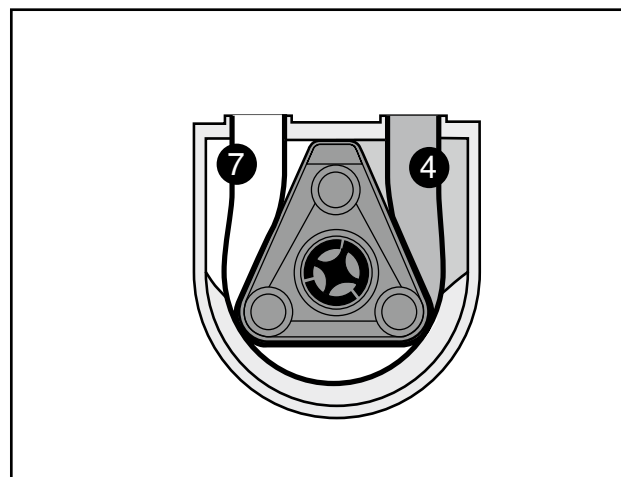

**Fig. 3a** 1 Vacuomètre
Le vacuomètre (fig. 3a) relié à la chambre d'aspiration (pos. 4, fig. 4) n'indique pas seulement la hauteur d'aspiration actuelle de la pompe, mais sert également d'avertisseur en cas de défauts éventuels. Si le vacuomètre n'indique pas de dépression pendant l'utilisation, la pompe doit impérativement être entretenue.